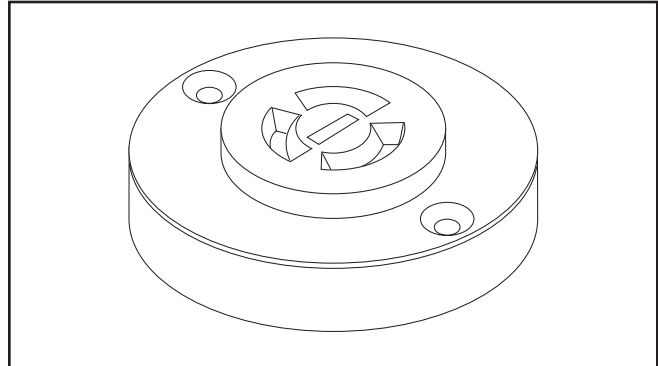

Figure 5.
1. Desserrez les deux (2) vis pour permettre la rotation de la prise. (Figure 5.)